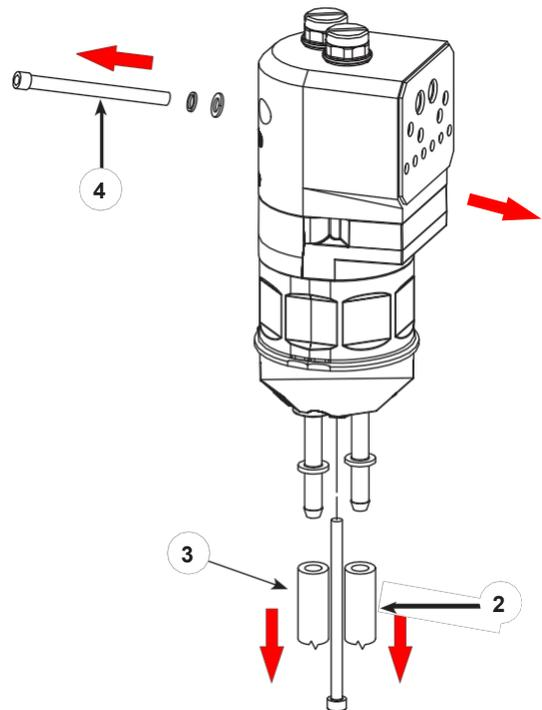
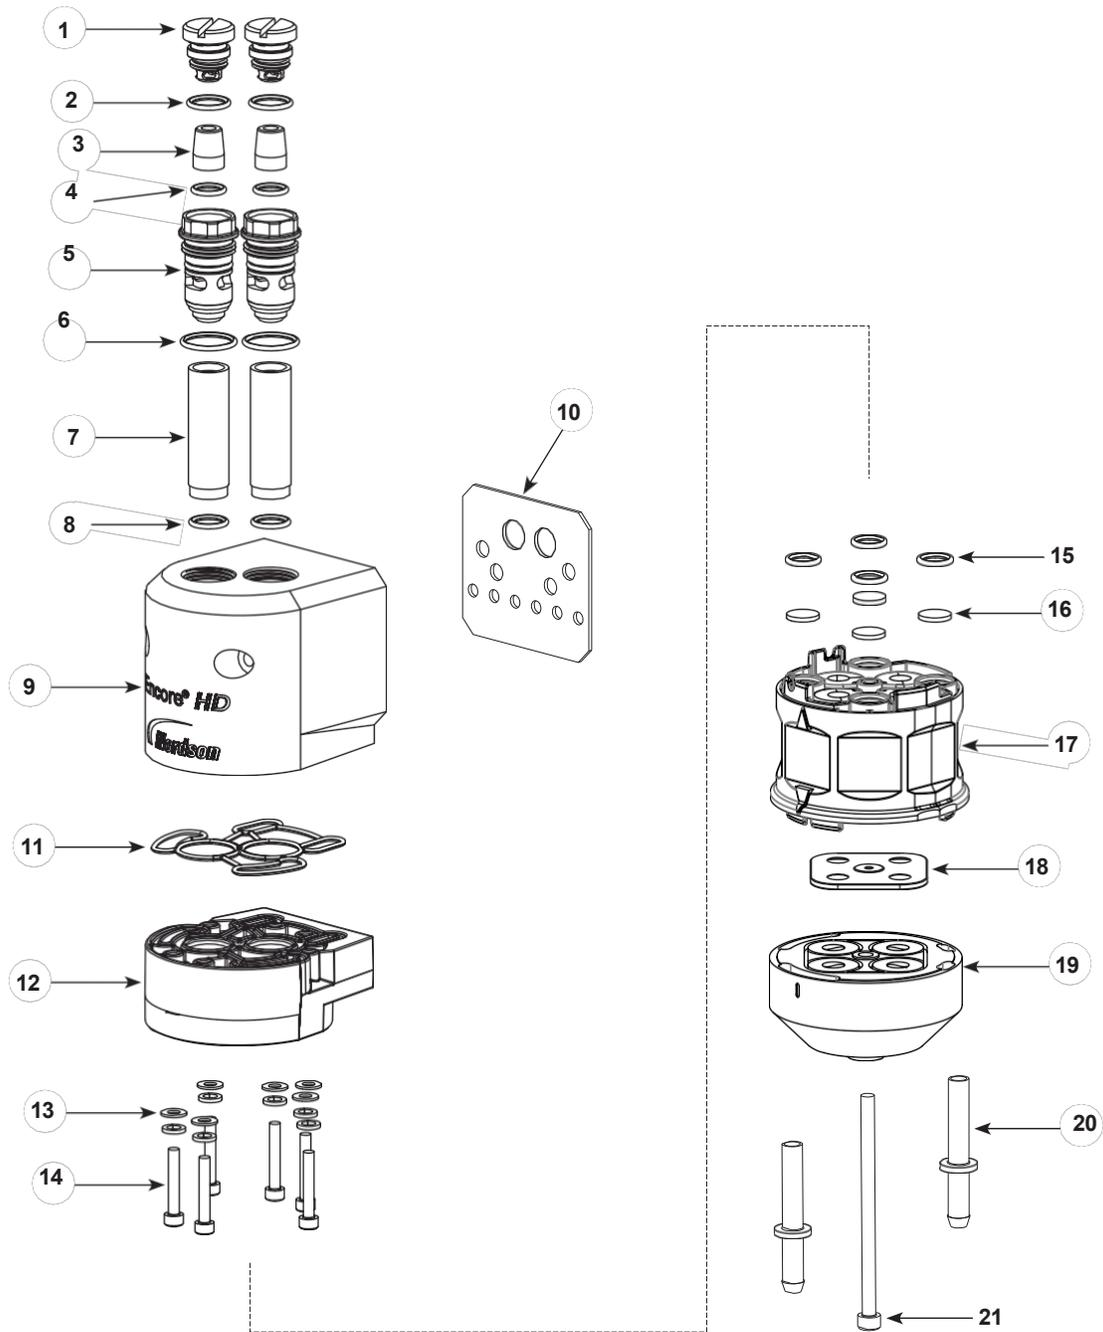

Figure 20 Préparation du démontage de la pompe standard
Figure 21 Démontage de la pompe (Encore HD)
REMARQUE : Chaque fois que la pompe est démontée, le joint du bloc Y (élément 19 de la figure 20) doit être remplacé.
2. Voir la figure 20. Déconnecter les tuyaux d'entrée (2) et de sortie de poudre (3) du bas de la pompe.
3. Retirez les pièces de fixation de l'armoire qui fixent la pompe au panneau de la pompe (4) et placez la pompe sur une surface de travail propre.
4. Voir la figure 21. En commençant par les tubes de fluidification, démontez la pompe comme indiqué. Les joints collés n'ont pas besoin d'être retirés, sauf s'ils sont endommagés. Reportez-vous à la section *Remplacement du joint de la pompe* dans le chapitre *Réparation* si un remplacement est nécessaire.